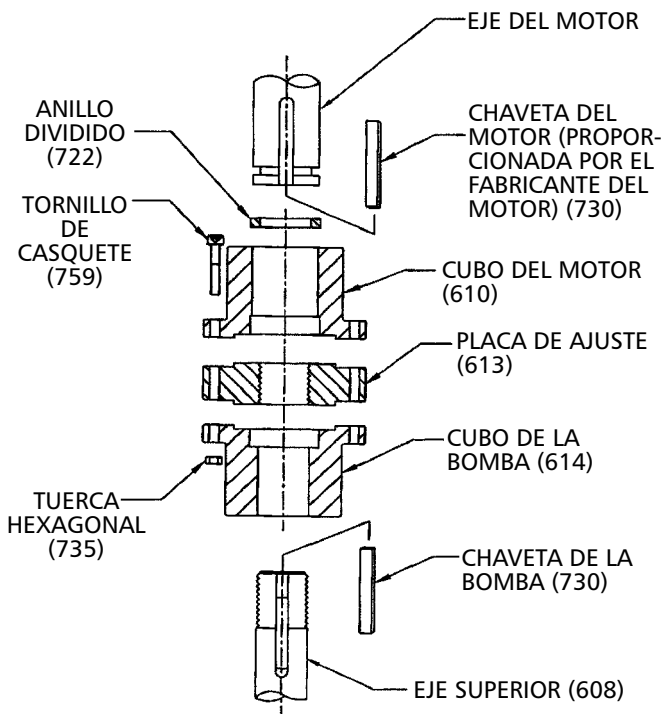
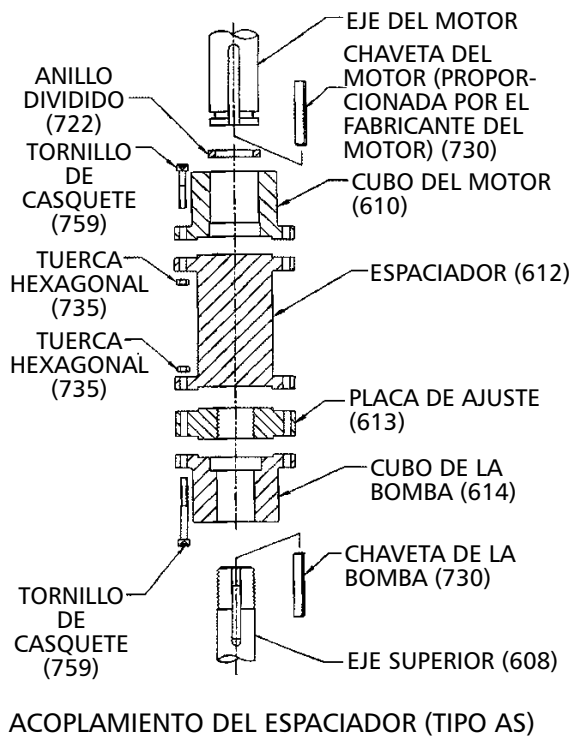

Figura 14
Figura 15
El acoplamiento entre el eje motriz y el eje de la cabeza de descarga puede ser del tipo sin espaciador (Ver Figura 14), o con espaciador (Ver Figura 15). Este último se usa en las bombas proporcionadas con un sello mecánico que permite darle servicio al sello sin retirar el motor eléctrico.
1. Aplique una capa delgada de aceite en la chaveta de la bomba (730) e insértela en el asiento de la ranura de posicionamiento.
2. Baje suavemente el cubo de acoplamiento de la bomba (614) hasta el eje superior.
3. Atornille la placa de ajuste (613) al eje superior hasta que embone con él.
4. Aplique una capa delgada de aceite a la chaveta (730) e insértela en el asiento de la ranura de posicionamiento. Coloque el cubo del motor eléctrico (610) sobre el eje motriz y con la chaveta deslícelo sobre dicho eje hasta que se esponga la ranura anular. Instale el anillo de separación (722) en la ranura y deslice el cubo del motor hacia abajo sobre el anillo de separación para capturarlo.
5. Si la bomba se suministró con un acoplamiento de espaciador ajustable (vea la Figura 15) instale el espaciador (612) entre los cubos de eje superior y eje motriz. Asegúrelo con los tornillos de casquete (759) y tuercas hexagonales (735).